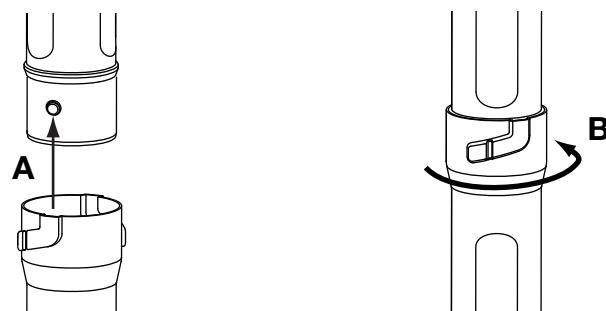

Fig. 4
4. Aligner l'encoche sur l'extrémité second tube de soufflage avec la bosse sur l'extrémité inférieure du premier tube de soufflage inférieur (Fig. 4, A).
5. Insérer la bosse sur le premier tube de soufflage inférieur dans l'encoche du second tube d'extension (Fig. 4, A).
Votre appareil est livré avec une bouteille d'huile SAE 30 SF, SG, SH de 90 ml (3,04 oz) (Fig. 4).
1. Dévisser le bouchon de la bouteille d'huile et retirez le papier couvrant l'ouverture. Remplacez le bouchon. Coupez la pointe de la buse de l'entonnoir (Fig. 4).